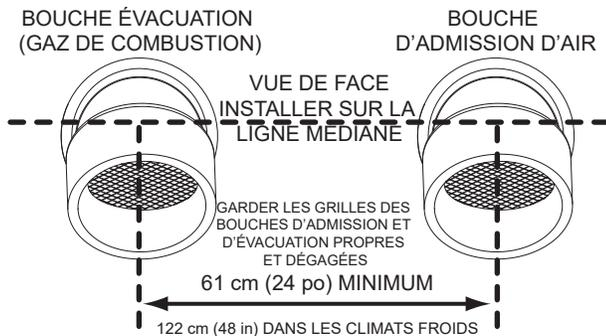

Figure 34. Extrémité murale - Évacuation directe
4. Pour installer les bouches d'évacuation et d'admission d'air dans une configuration à évacuation directe à travers un mur, il doit y avoir une séparation minimale de 60 cm (24 po), mesurée depuis l'axe médian vertical, entre les bouches d'admission d'air et d'évacuation. Voir **Figure 34**.
5. Pour installer les bouches d'évacuation et d'admission d'air dans une configuration à évacuation directe à travers un mur, les bouches d'admission d'air et d'évacuation doivent être installées à la même hauteur, mesurée sur la ligne médiane horizontale. Voir **Figure 34**.
Toutefois, la distance entre les bouches d'évacuation et d'admission d'air les plus proches doit être d'un minimum de 61 cm (24 po). Dans les climats plus froids, cette séparation doit être augmentée jusqu'à au moins 122 cm (48 po). Voir **Figure 34**.